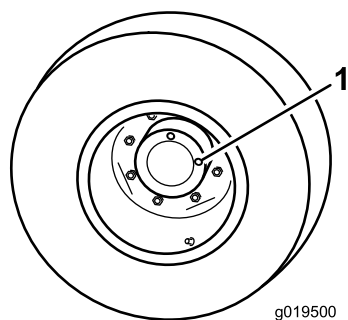

図 103
1. 水平な床面で、点検プラグの1つが時計の 12 時を指し、もうひとつが 3 時を指すようにマシンを駐車する 図 103。
2. 3時の位置にあるプラグを外す 図 103。